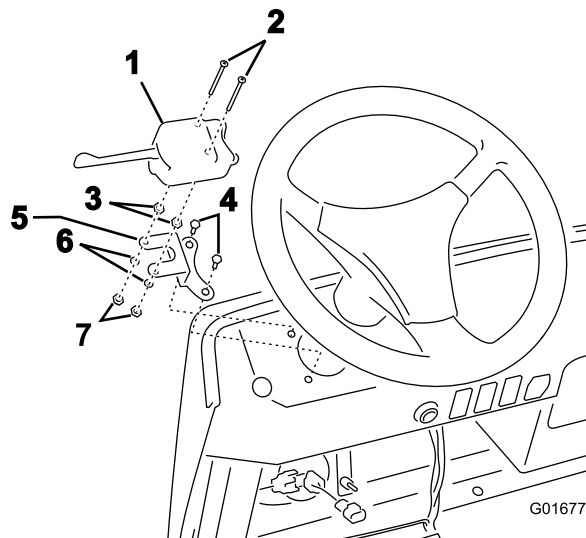

Figure 2
2. Retirez les 2 vis existantes du module de commande et remplacez-les par les vis plus longues prises dans les pièces détachées (Figure 2).